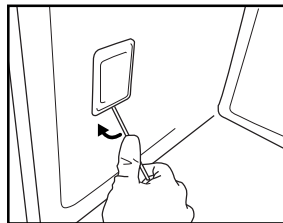

Fig. 8
3. Duw het beschermkapje met een platte schroevendraaier naar buiten en verwijder het (Fig. 8).